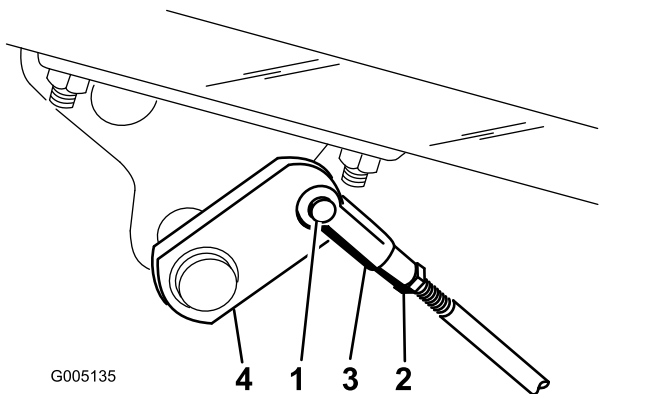

図 49
- A. コッターピンとクレビスピンを外して、ブレーキロッドを外す 図 49。
- B. ジャムナットをゆるめ、クレビスを調整する 図 49。
- C. クレビスをシャフトに取り付ける 図 49。